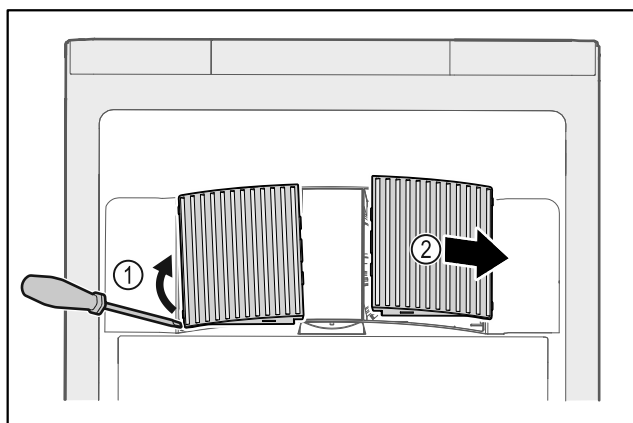

Fig. 34
- Lirk forsigtigt ventilatorafdækningerne ud fra siden Fig. 34 (1), og tag dem af forfra Fig. 34 (2).